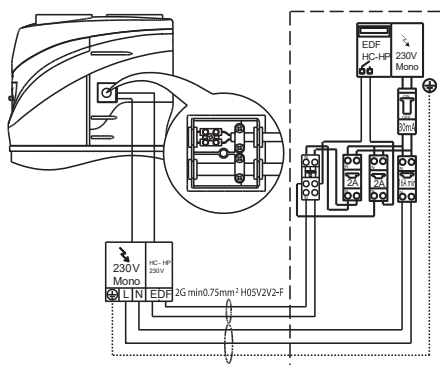

Abb. 12 Elektrischer Anschluss mit Tag- / Nachtstromversorgung und HC-HP-Signal
**ELEKTRISCHER ANSCHLUSS MIT TAG-/NACHTSTROMVERSORGUNG UND HC-HP-SIGNAL (Abb. 12)**